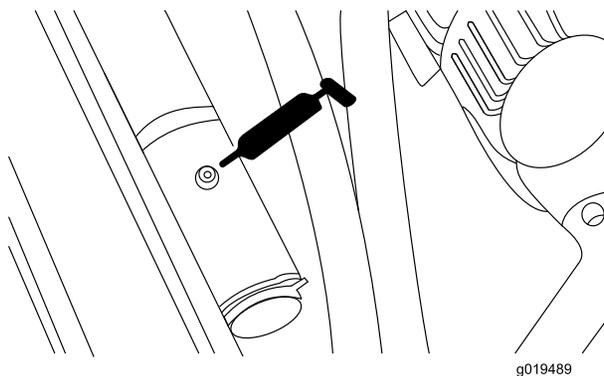

Figura 45
- Pivote del cilindro de elevación trasero (2) (Figura 45).